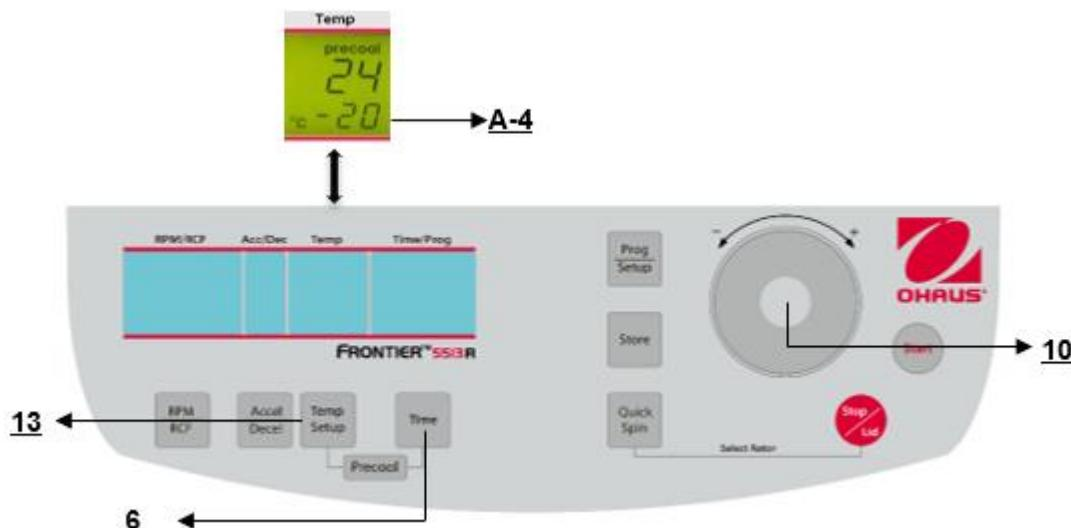

Figura 17
3. La operación continua "cont", que puede interrumpirse con el botón "Stop/Lid" (9) (vea la Figura 17).
Si las muestras son sensibles a la temperatura, es útil preenfriar la centrífuga, el rotor y eventualmente los portatubos a la temperatura de trabajo requerida. Por lo tanto, inserte el rotor deseado y preajuste la temperatura respectiva. Al presionar en forma simultánea los botones "**Temp/Setup**" (13) (vea la Figura 17) y "**Time**" (6), inicia la operación. Durante la operación, la unidad selecciona automáticamente una velocidad rotacional que es equivalente al 20% de la velocidad rotacional permitida del rotor respectivo. Después de que se alcanza la temperatura predeterminada, puede salir de la operación de preenfriamiento con el botón "**Stop**" (10).